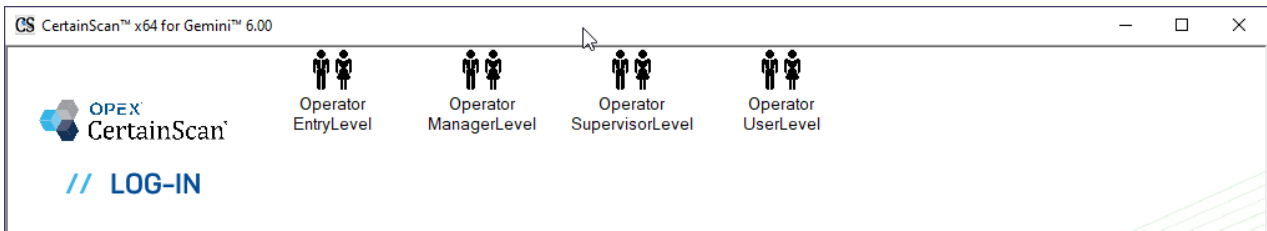

Figura 3-3: Inicio de sesión principal de CertainScan
4. Aparecerá la pantalla principal de CertainScan para el inicio de sesión del operador (Figura 3-3).